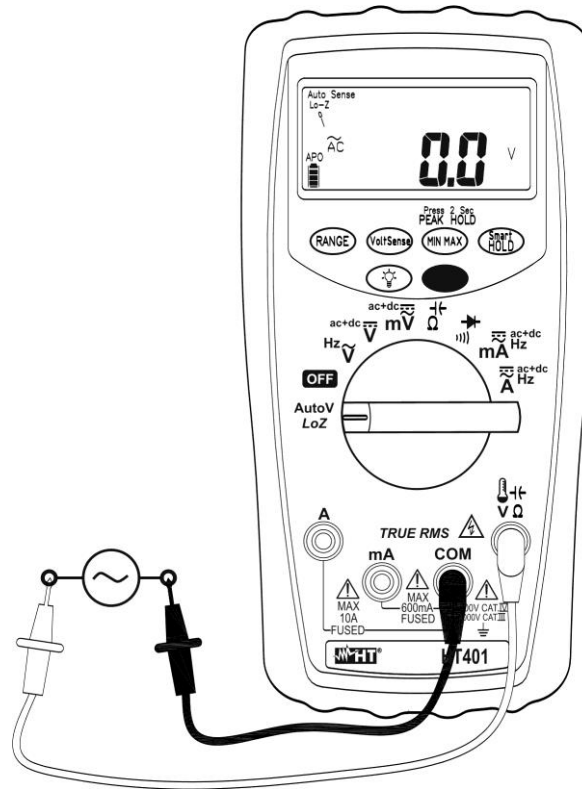

Fig. 4: Uso do instrumento para medir Tensões AC com baixa impedância (LoZ)
3. Colocar as ponteiros nos pontos pretendidos do circuito em exame (ver a Fig. 4). O valor da tensão é mostrado no display